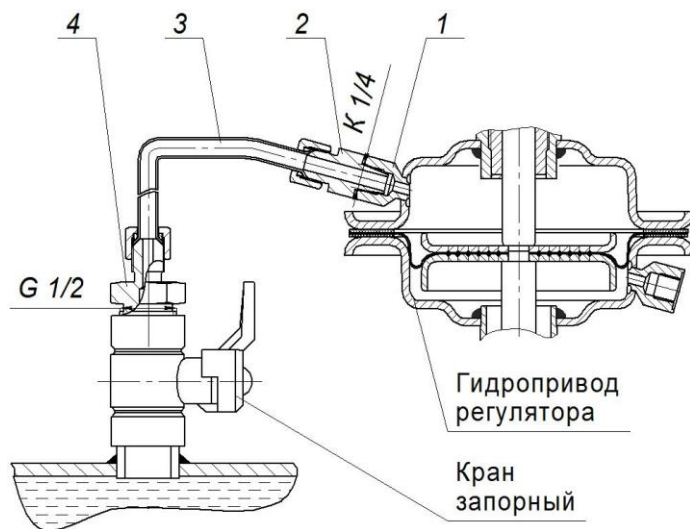

Рисунок 5 - Пример подключения камеры мембранного привода
8.1. Установка РПД производится в соответствии с рекомендуемыми схемами подключения РПД (рис.3-3.1). Подключение мембранного привода к трубопроводу производится при помощи соединительных (импульсных) линий (медные трубки и проходники – таблица 2) в соответствии с рис.5.
8.3. Перед РПД установить сетчатый фильтр. В местах отбора импульсов необходимо предусмотреть запорные краны, позволяющие отключать давление от импульсных линий (рис.5).